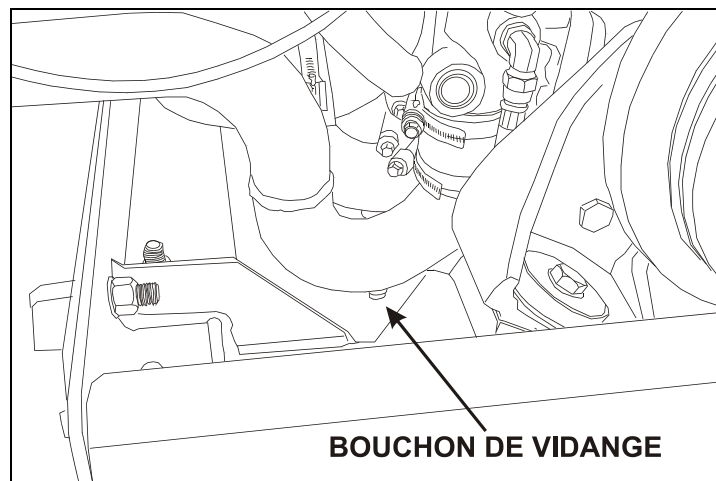

FIGURE 5: BOUCHON DE VIDANGE DE LA POMPE À EAU
- Dévisser le bouchon de vidange de la canalisation d'admission de la pompe à eau (Fig. 5).